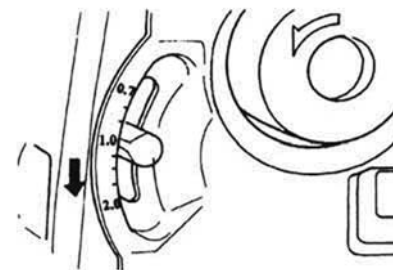

Bild 44
- Ställ in differentialtransportspaken ❹ på ett läge över 1,0 (bild 44). Den exakta inställningen beror på materialet och på hur mycket man vill att det ska rynkas ihop. Sy därför alltid en provsöm för att testa inställningen.